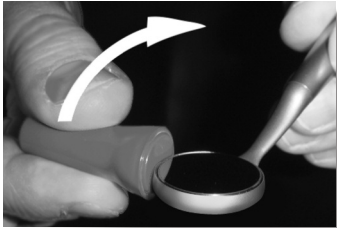
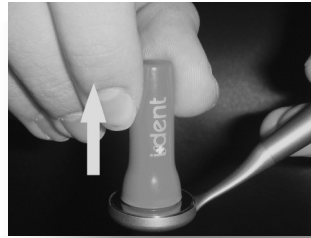
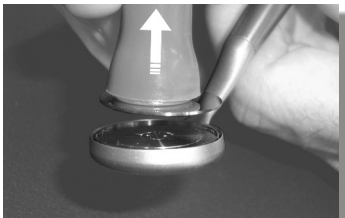

Bild 8
Bild 9
Bild 10
Um einen Spiegel von der Auflageplatte abzunehmen um den verkratzten Spiegel auszutauschen, zur Reinigung oder Wartung führen Sie den magnetischen Spiegelwechsler (5) zunächst seitlich an den Instrumentenkopf bis er das Gehäuse berührt (Bild 8), dann klappen Sie ihn einfach die Spiegeloberfläche (Bild 9).
Ziehen Sie das Werkzeug hoch. Der Spiegel wird sich einfach von der Auflageplatte lösen (Bild 10). Mit minimalem Druck reinigen Sie sorgfältig die Spiegelaufgabe mit Alkohol und einem weichen, flusenfreien Tuch. Halten Sie den Spiegel an seinem Rand und schieben Sie ihn vom Werkzeug ab (Bild 9). Reinigen Sie beide Seiten des Spiegelements mit Alkohol und einem flusenfreien Tuch und positionieren Sie das Magnet-Werkzeug auf der unbenutzten Spiegelseite.